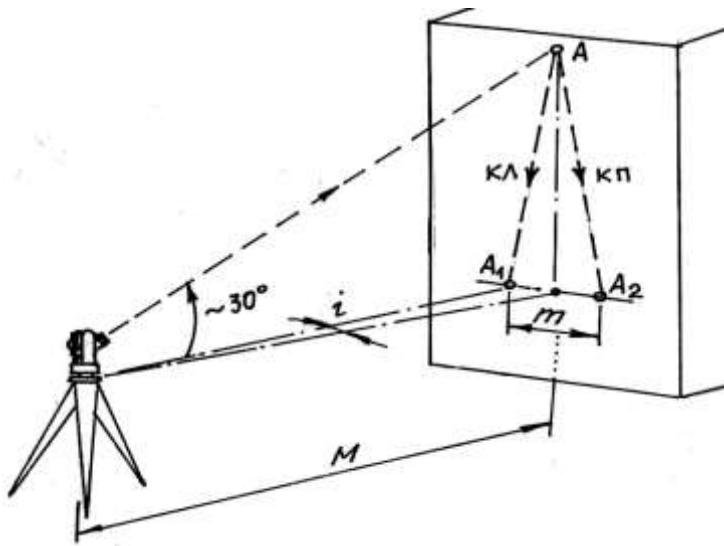

Рисунок 3. Пятая поверка теодолита.
1. Теодолит установить недалеко от высокого объекта (например, стены здания). В верхней части стены выбрать какую-либо заметную точку так, чтобы визирование на нее производилось при наклоне визирной оси к горизонту примерно на 30° (рис. 3).